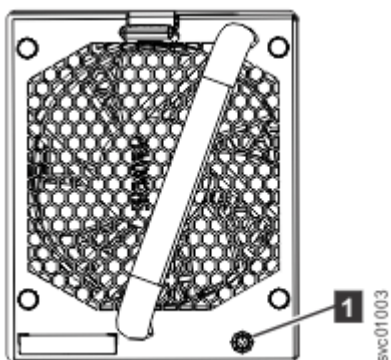

Figura 120. LED do módulo de ventilador
1. Identifique o módulo de ventilador a ser substituído. Quando aceso, o LED âmbar na parte frontal do módulo de ventilador (**1** em Figura 120 na página 108) identifica uma falha.